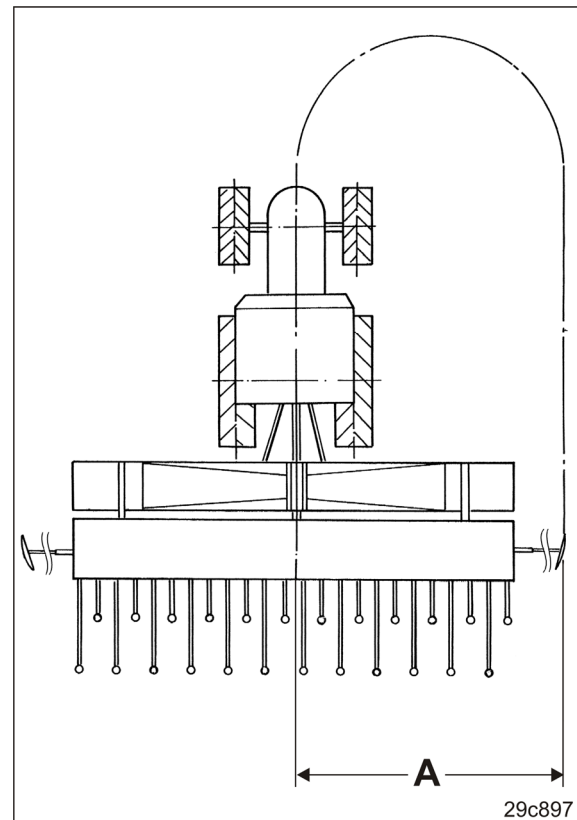

Fig. 171
- 4.4 Spuranreißerlänge auf Länge „A“ (siehe Tabelle Fig. 171) einstellen.